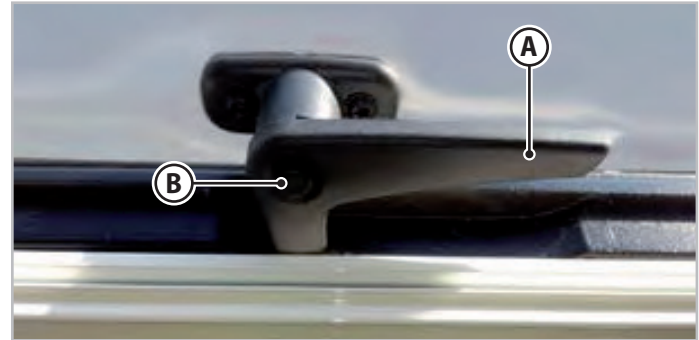

Abb.6.2 - Fensterverriegelungshebel
1. Drücken Sie den Sicherheitsknopf (**B** - Abb.6.2) an den Verriegelungshebeln (**A** - Abb.6.2).
2. Lösen Sie alle Verriegelungshebel (**A** - Abb.6.2), indem Sie sie in die vertikale Position bringen.
3. Alle Verriegelungshebel (**A** - Abb.6.2) bis zum Einrasten in die geschlossene Stellung bringen.
4. Vergewissern Sie sich, dass die Sicherheitstaste (**B** - Abb.6.2) ausgetreten ist.